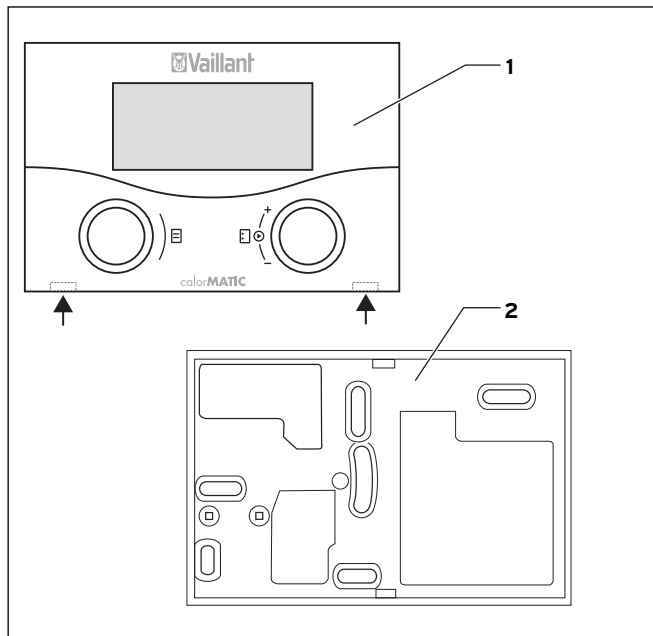

Fig. 5.1 Démontez le calorMATIC 392f
- ⇒ Retirer le régulateur (1) du socle mural (2). Pour ce faire, introduire un tournevis dans les deux colliers d'arrêt (voir flèches fig. 5.1).